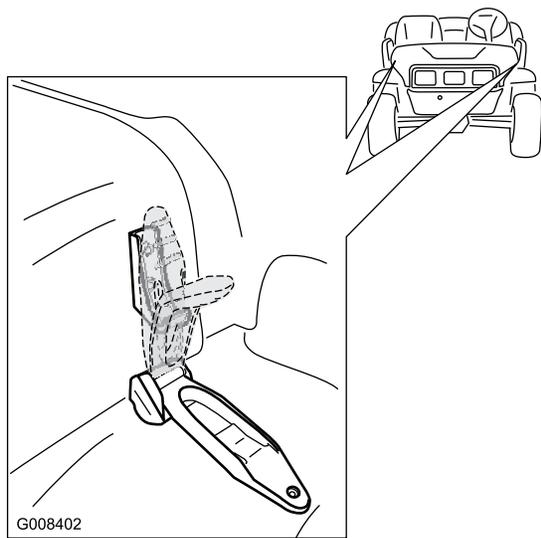

Figura 24
1. Sollevate la stegola dei fermi in gomma su ciascun lato del cofano (Figura 24).
2. Fissate il cofano allineando i fermi in gomma sugli ancoraggi dei fermi su ciascun lato del cofano (Figura 24).